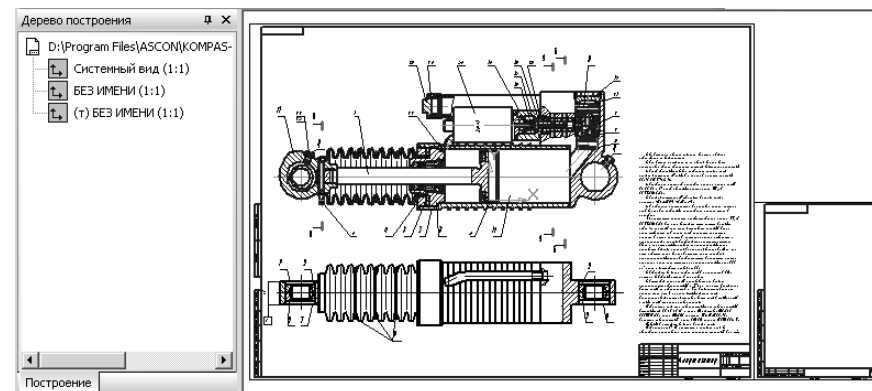

Рис. 1.99. Пример многолистного чертежа
Возможное состояние многолистного чертежа показано на рис. 1.99;
- щелкните в окне **Менеджер документа** по кнопке **ОК**. Оно будет закрыто, а добавленный лист появится на экране справа от имеющихся листов (см. рис. 1.99).